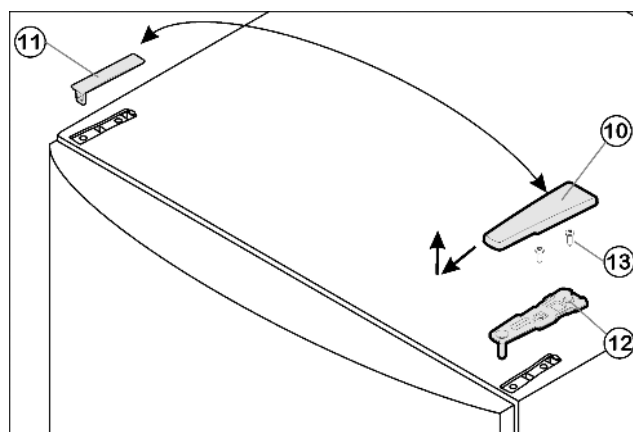

Fig. 5
- ▶ Kryt Fig. 5 (10) odoberte smerom dopredu a hore.
- Kryt Fig. 5 (11) nadvihnite.
- Hornú ložiskovú konzolu Fig. 5 (12) odskrutkujte (2 x Torx® 25) Fig. 5 (13) a odoberte smerom hore.
- Vrchnú ložiskovú konzolu Fig. 5 (12) nasadíte na novej strane závesu do dverí.
- Hornú ložiskovú konzolu Fig. 5 (12) **pevne (pomocou krútiaceho momentu 4 Nm)** priskrutkujete (2 x Torx® 25) Fig. 5 (13). Diery na skrutky príp. predpichnete alebo použijete akumulátorový skrutkovač.
- Kryt Fig. 5 (10) a kryt Fig. 5 (11) nasadíte vždy na opačnej strane.